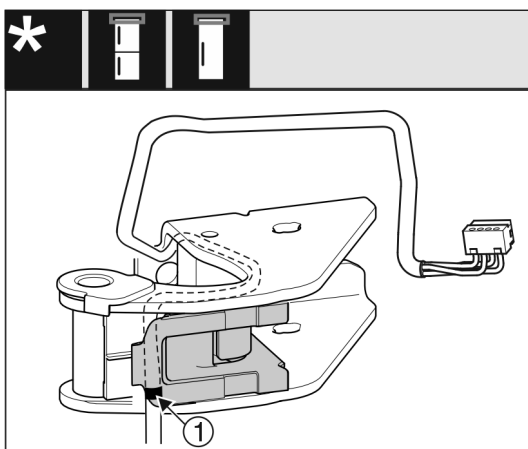

Fig. 28
- Middelste markering moet hierbij op de rand van de kabelhouder liggen Fig. 28 (1).